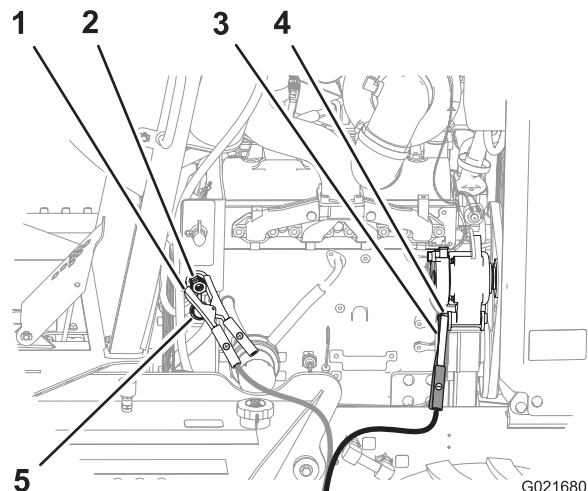

Рисунок 59
4. Снимите крышку со штыря запуска от внешнего источника (Рисунок 59).
5. Подсоедините положительный (+) соединительный кабель к положительному штырю внешнего источника (Рисунок 59).
6. Подсоедините отрицательный (-) соединительный кабель к точке заземления, такой как гайка на оси поворота для генератора (Рисунок 59).